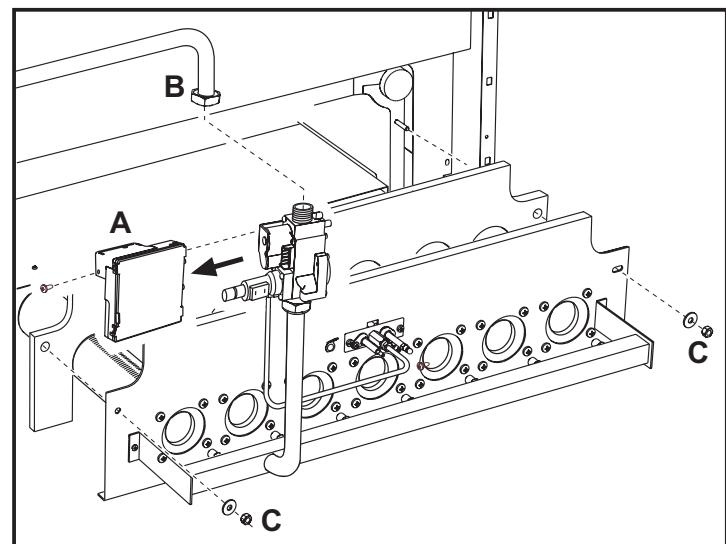
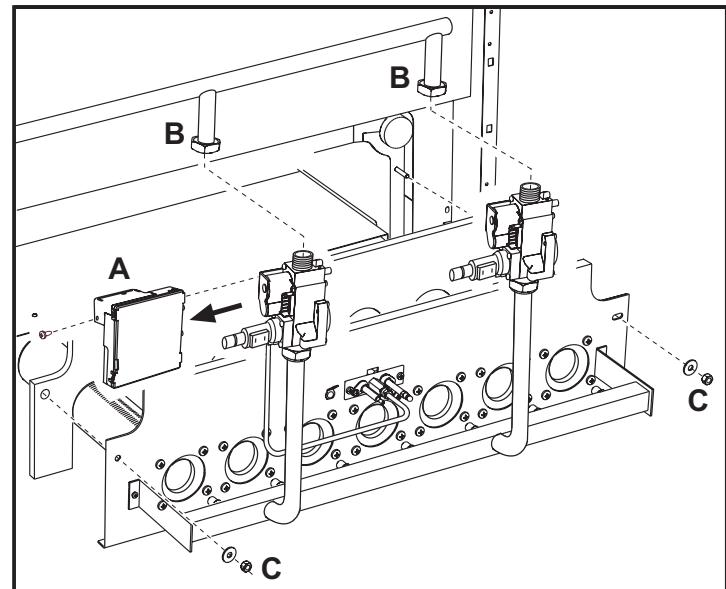

рис. 7 - Модели GASTER AW - N 67 AW, N 77 AW и N 87 AW
рис. 8 - Модели GASTER AW - N 97 AW и N 107 AW
- Демонтируйте электронный контроллер пламенем "A" с газового клапана (рис. 7).
- В моделях N 97 AW и N 107 AW с 2 газовыми клапанами необходимо также развинтить 2 винта, крепящих 2 электрических разъёма, которые питают второй клапан, и снять последний (рис. 8).
- Отвинтите гайку "B" крепления трубы подвода газа на входе в газовый клапан (рис. 7). В моделях N 97 AW и N 107 AW развинтите две гайки (рис. 8).